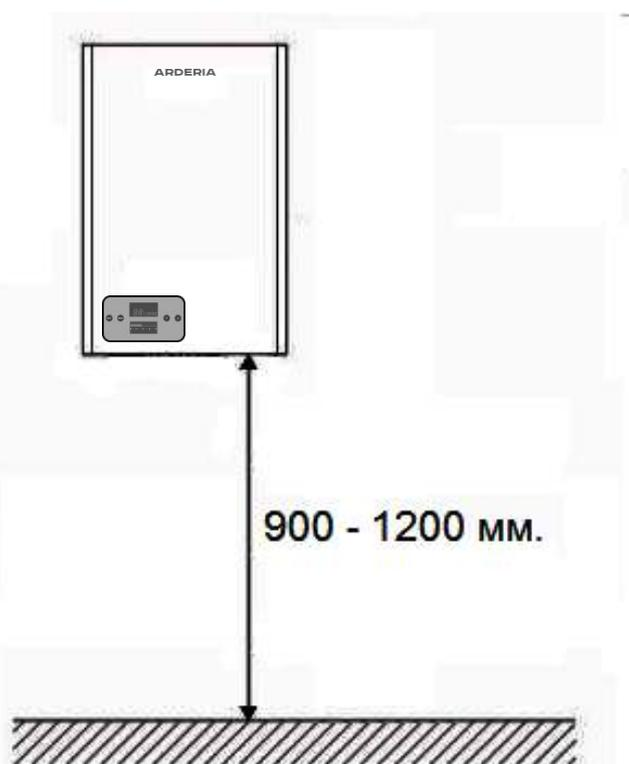

Рис. 10
- Высота установки котла должна быть удобной для эксплуатации, ремонта и обслуживания. **Рекомендуемая высота** установки котла от 0,9 до 1,2 м. определяется от уровня чистого пола до нижнего основания корпуса котла (См. Рис. 10)